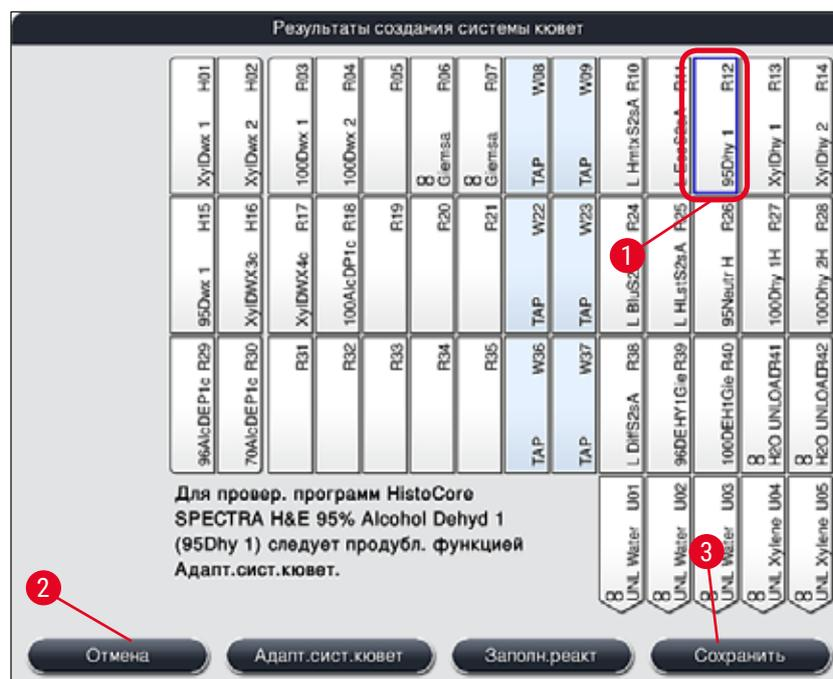

Рис. 53
- После того, как программное обеспечение рассчитает параметры системы кювет с использованием программ с назначенными приоритетами, на экране появится обзор результатов (→ "Рис. 53") для пользователя.
- Если ни одна из программ Leica не интегрирована в систему кювет, изображение (→ "Рис. 53") будет отличаться от представленного (не показано на рисунках). В этом случае реактивы можно заливать в соответствии с описанием в (→ с. 84 – Заполнение реактивами).